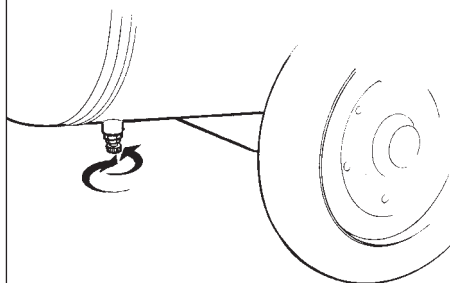

fig. 2
- controleer of de condensatafvoer kraan onder het reservoir (Fig. 2) gesloten is;
- De druk van het reservoir en van de interne circuiten door de kraan voor de kondensaatafvoer ontladen voor men ingrijpt of men onderdelen van het luchtcircuit demonteert (Fig. 2). Voorzichtig losschroeven om de lucht langzaam uit te laten. Door de manometer controleren of in het luchtcircuit geen druk is.
Na iedere werkdag het condensaat door de onder het reservoir gestelde kraan afvoeren (Fig. 2). Het wordt aangeraden, een automatische afvoergoot voor het condensaat aan te brengen, om voltooiing van de afvoer te garanderen.